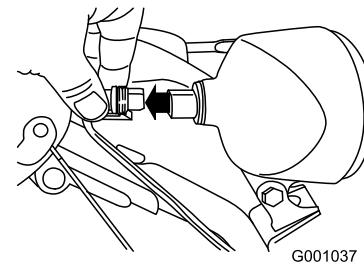

Рисунок 55
- Снимите соединитель с тыльной части фары (Рисунок 55).